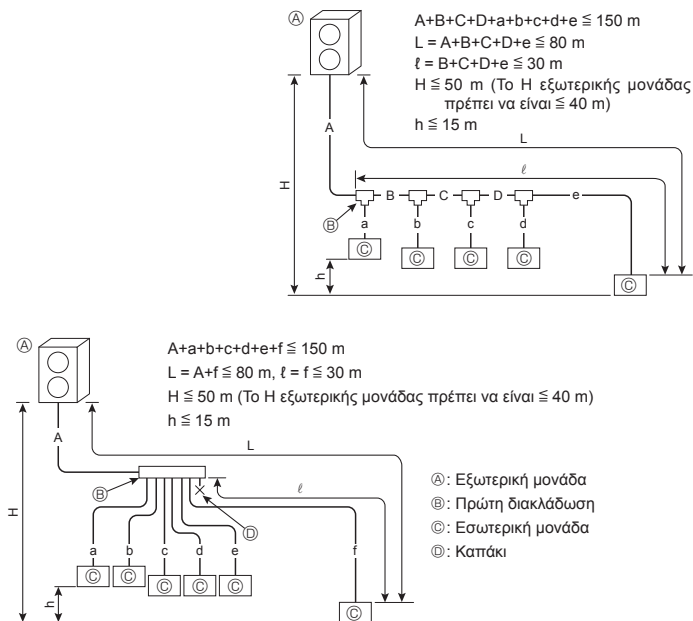

Fig. 4-1
4.1.1. Σύνδεση χωρίς κουτί διακλάδωσης (Fig. 4-1)